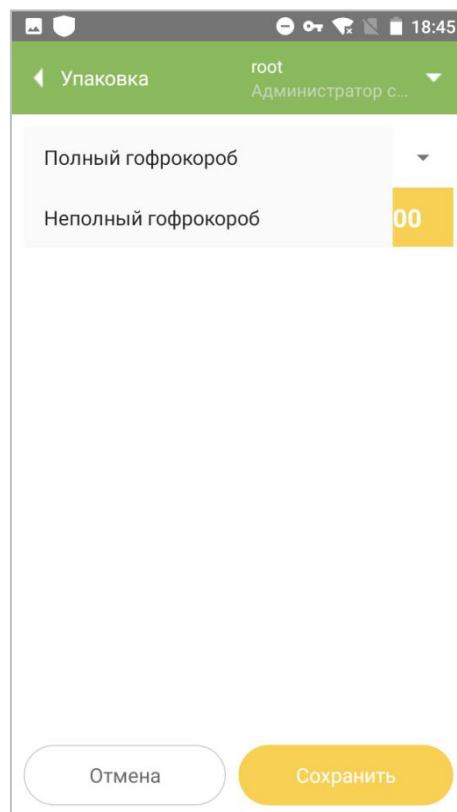

Рисунок 2.2
2. При необходимости выбрать тип короба из выпадающего списка (Рисунок 2.2). По умолчанию установлен тип «Полный гофрокороб». В зависимости от роли пользователя существует возможность выбора типа «Неполный гофрокороб».